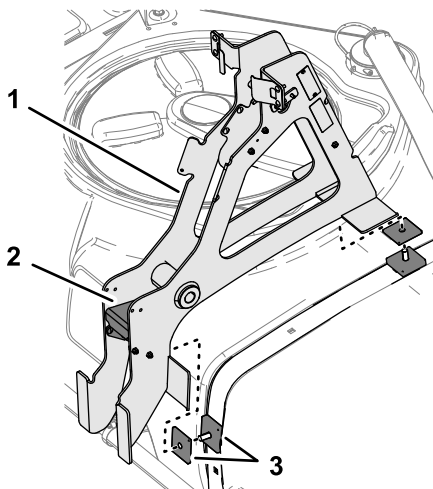

Figure 3
4. Placez une épaisse entretoise carrée et une mince entretoise carrée sur les 2 boulons de carrosserie installés précédemment (Figure 3).
5. Retirez et conservez les 4 boulons et écrous qui fixent la plaque de guidage au cadre porteur principal (Figure 3).
6. Montez le cadre porteur principal sur les entretoises carrées et les boulons de carrosserie, comme montré à la Figure 3.